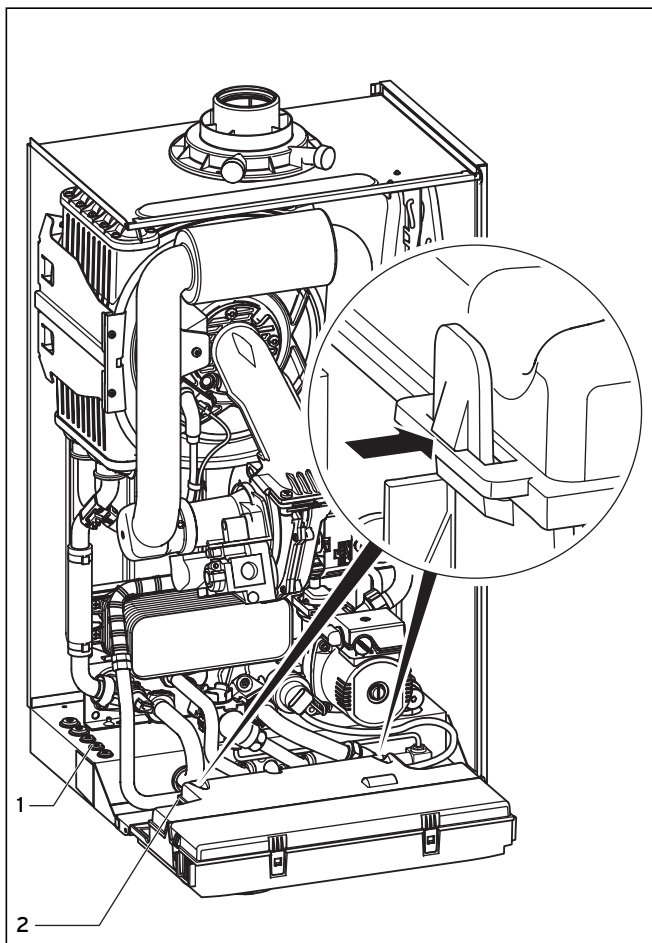

Fig. 5.9 Deschiderea peretelui posterior al pupitrului de comandă
- Treceți conductorii de legătură ai componentei, care urmează să fie conectată, prin pasajele speciale pentru cabluri (1) din stânga, la partea inferioară a aparatului, vezi fig. 5.9.